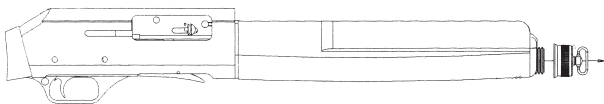

Figura 1.
- 1) Svitare il cappellino dell'astina (figura 1)